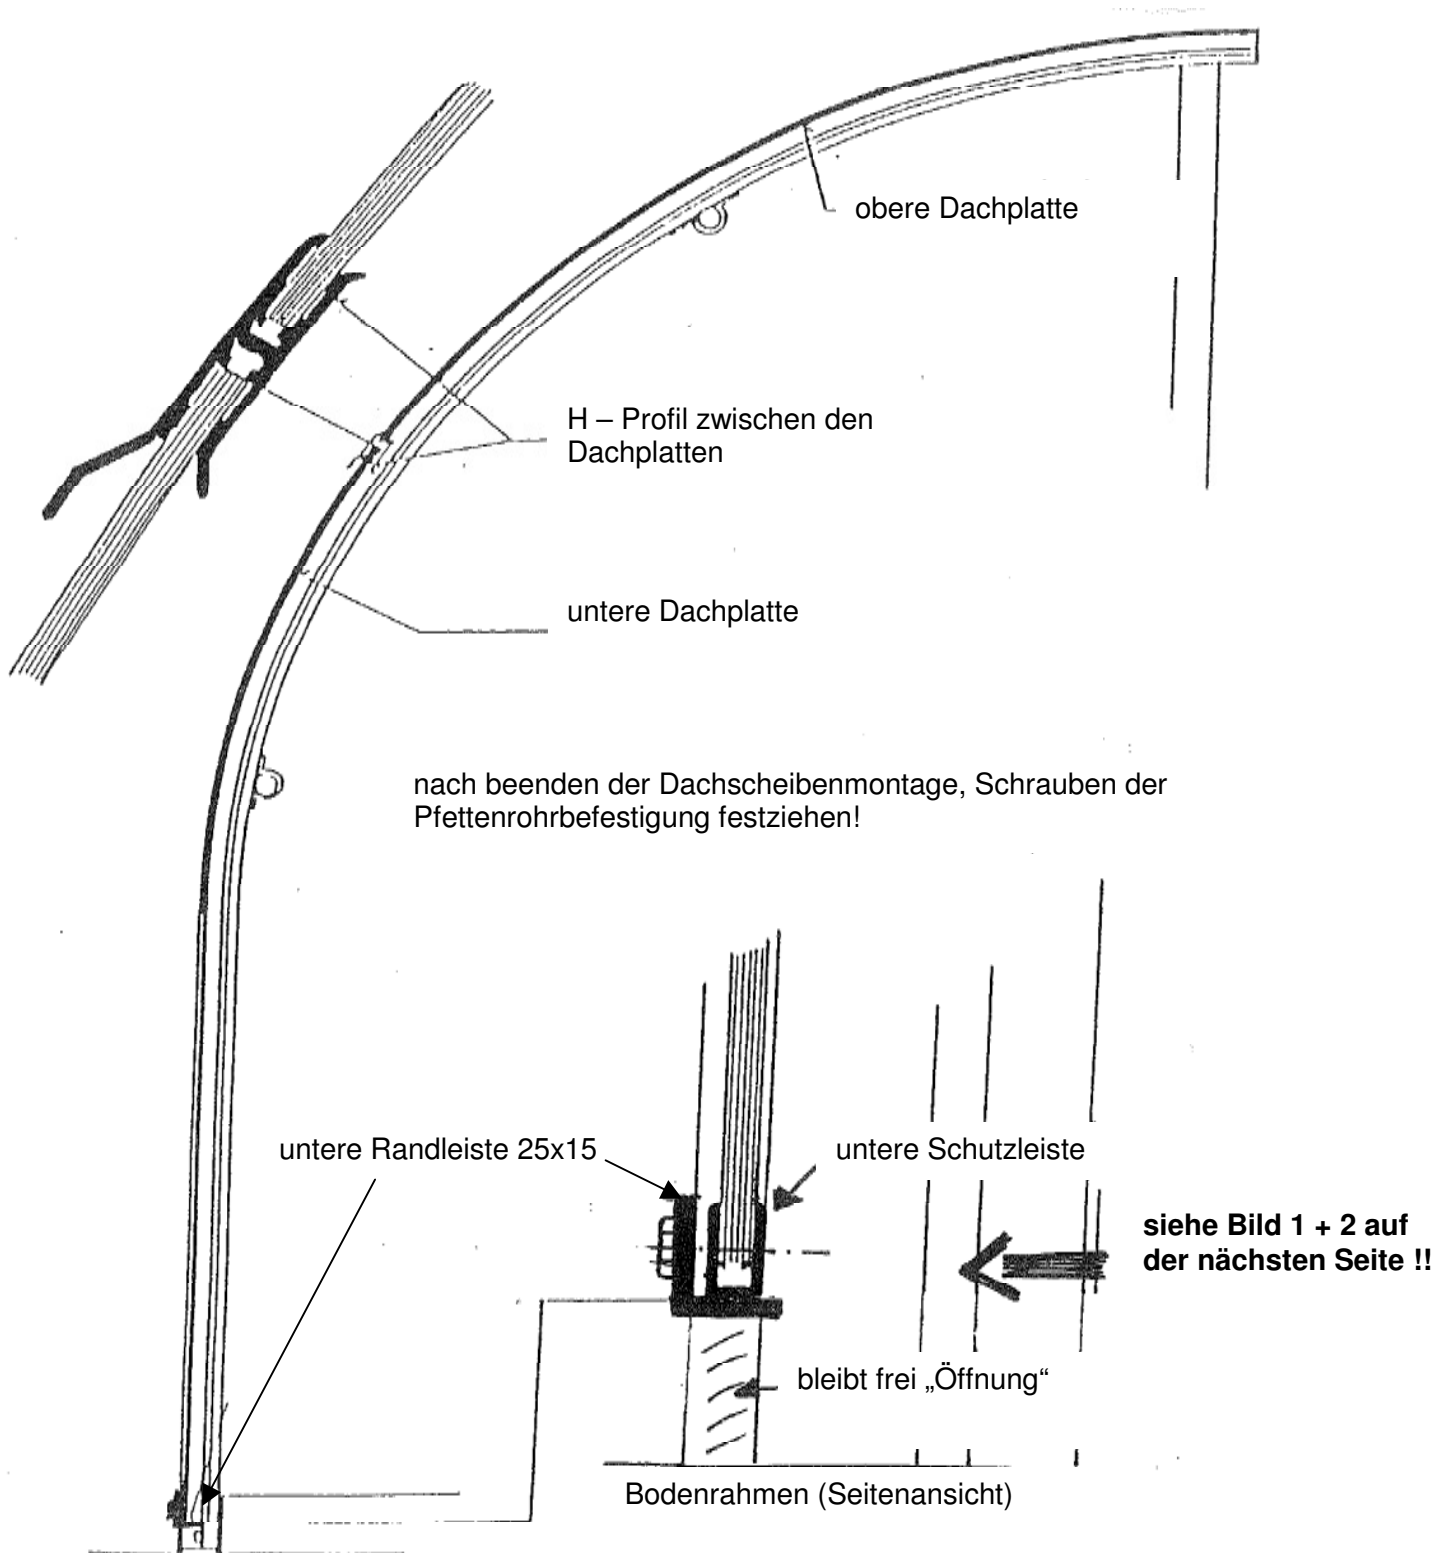

Bild 1 - Ansicht von innen
8. Montieren Sie jetzt die Dachplatten. Dazu treiben Sie die Schutzleisten mittig unten mit einem Hammer auf die untere Dachplatte auf. Bitte denken Sie daran: Die mit der Schutzfolie versehene Seite zeigt nach außen. Folie vor Montage entfernen. Dachplatten von oben in die Bogenbindernut einschieben, bis es auf der unteren Randleiste aufliegt (siehe Bild 1).